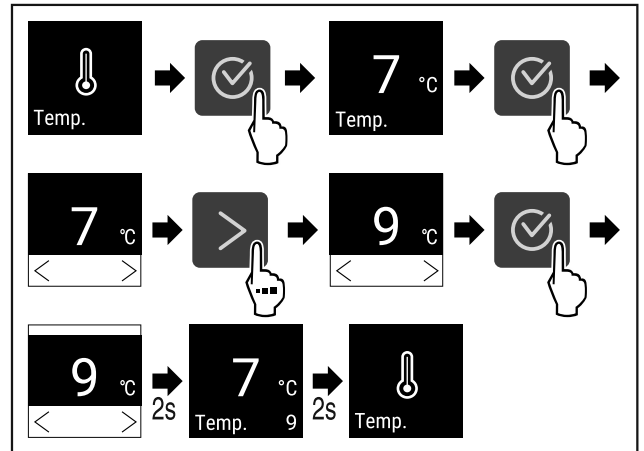

Fig. 59 Hőmérsékletváltozás 7°C-ról 9°C-ra
▶ Végezze el a gyakorlati lépéseket (lásd Fig. 59).